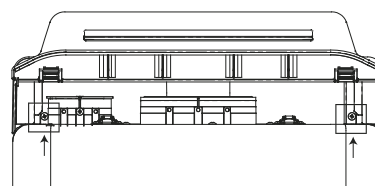

Fig. 3
4. El adaptador R-REU-OVC dispone de una tapa frontal ubicada debajo de la salida de humos. Esta puerta permite acceder a la parte superior del calentador de agua, cubierta por el adaptador R-REU-OVC. Abrir la tapa frontal y fijar el R-REU-OVC a los soportes de montaje instalados en el paso 1 con los dos tornillos incluidos con el adaptador (Fig. 3).